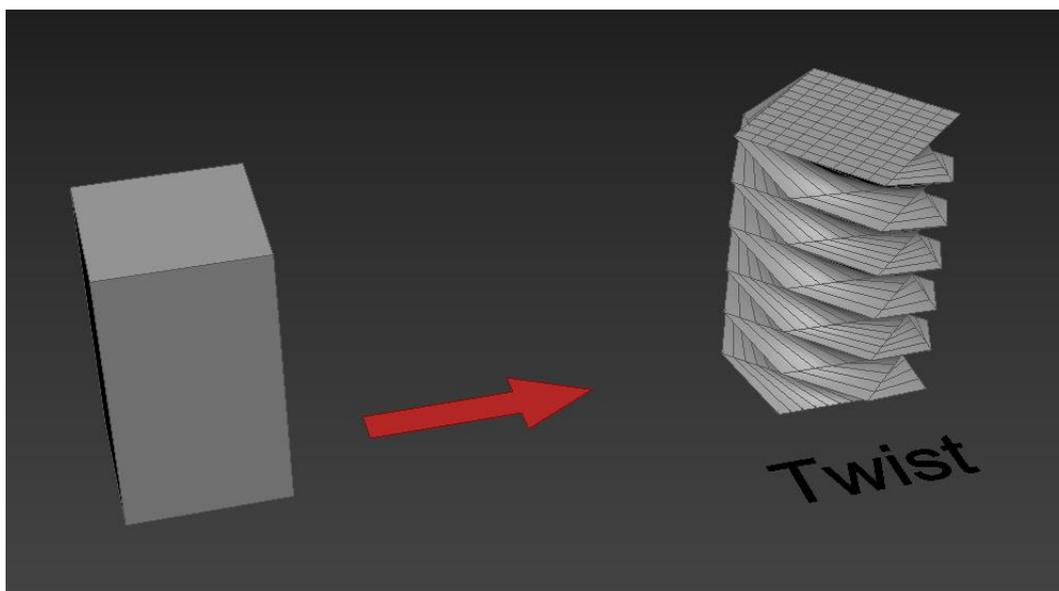

Рис. 31
**Модификатор «Twist»** (Скручивание) – применяется для создания деформации скручивания (рис. 31). Чаще всего он используется при конструировании витых спиралевидных моделей: веревок, сверл, резьбы, кованных решеток, ювелирных украшений и т. п. Для корректного применения модификатора объект должен иметь достаточное количество разбиений в направлении оси изгиба.